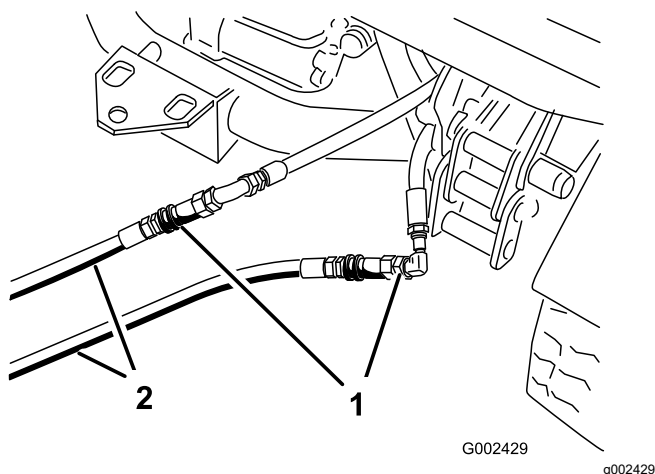

Figure 76
3. Sur la machine en panne, branchez les 2 flexibles de dépannage aux flexibles débranchés (Figure 76).